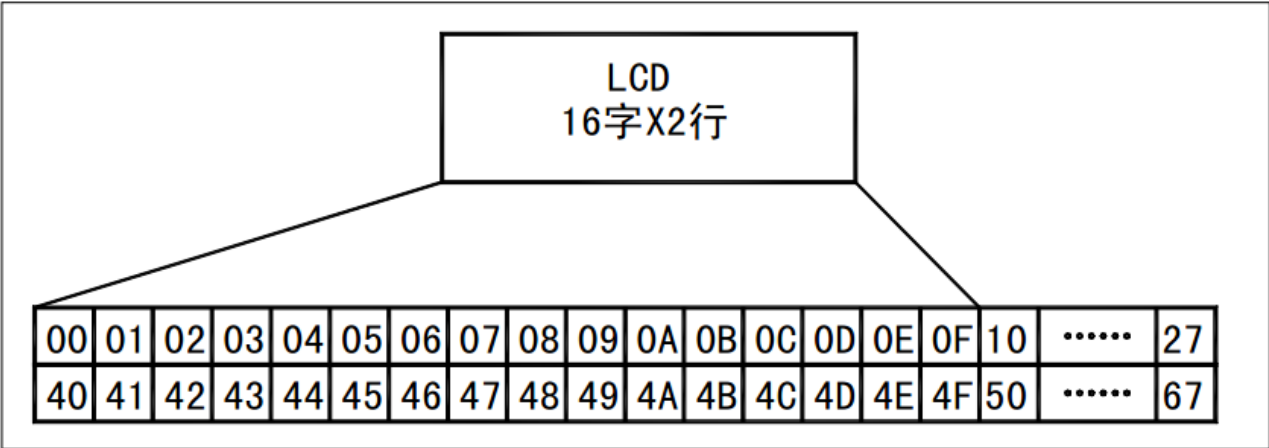

图12-2 1602 内部 RAM 结构
1602 液晶内部带了80个字节的显示 RAM，用来存储我们发送的数据，它的结构如图12-2所示。
4) **RAM 地址设置指令** 该指令码的最高位为1，低7位为 RAM 的地址，RAM 地址与液晶上字符的关系如上图12-2所示。通常，我们在读写数据之前都要先设置好地址，然后再进行数据的读写操作。